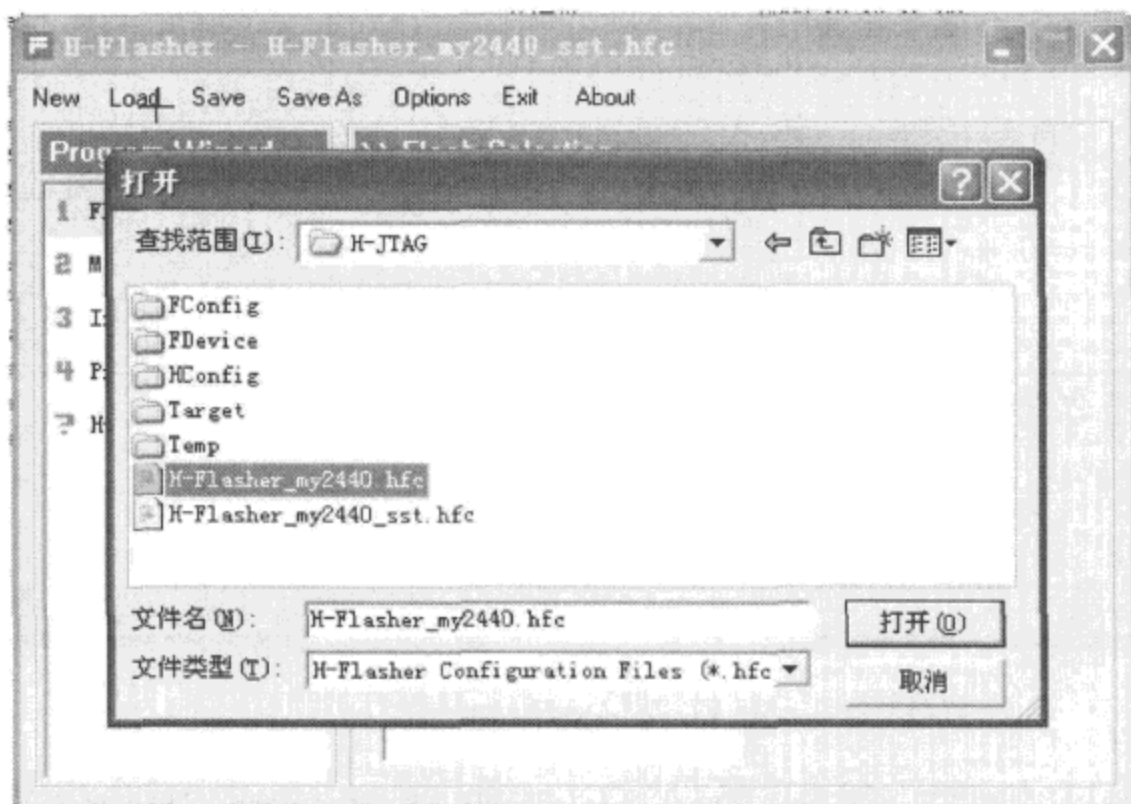

图 2-16 加载 H-Flasher 配置文件
(6) 设置 Nor Flash 型号。如图 2-16 所示,在出现的 H-Flasher 配置窗口中,单击菜单项 Load,找到并选择打开刚才复制的 H-Flasher_my2440_sst.hfc(或者 H-Flasher_my2440.hfc)文件(根据所用开发板上配置的 Nor Flash 型号而定)。